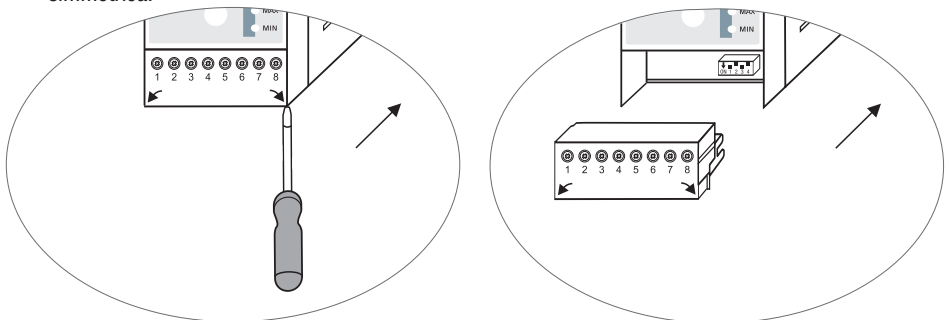

Fig. 8
- Togliere la morsettiera superiore e inferiore. **Fig. 8**